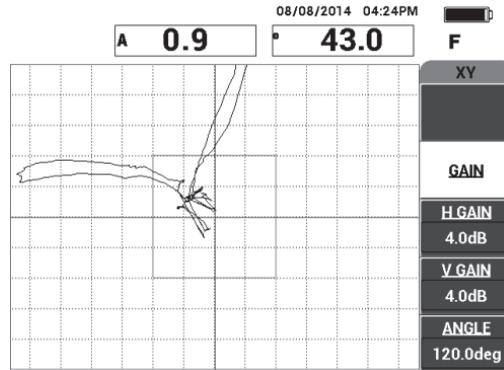

Figura 6-7 Escaneo sobre las pérdidas de adherencia
3. Efectúe el escaneo sobre la pérdida de adherencia de campo lejano y de campo cercano; mientras desplaza la sonda sobre dichas pérdidas, pulse la tecla FREEZE ()^{CAL}). Ver la Figura 6-7 en la página 142.